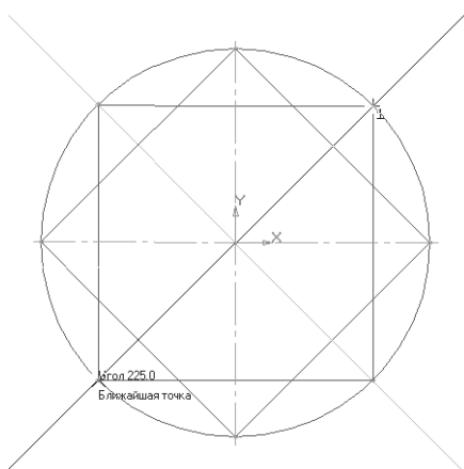

Рис. 74
-  – Вспомогательная прямая. Укажите первую точку и вторую, проводя диагональ квадрата. Сработает глобальная привязка Ближайшая точка (рис. 74).